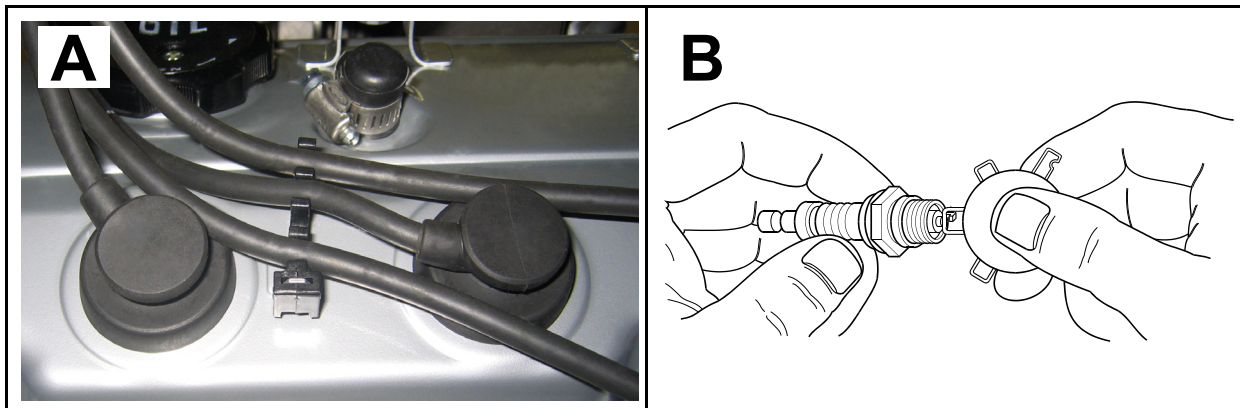

Figura 5-15. Ajuste de la separación de la bujía
2. Retire los cables de las bujías de los terminales de las bujías. Vea A en la Figura 5-15
7. Vea B en la Figura 5-15 Compruebe la separación de los electrodos de bujía usando un calibrador de espesores de alambre. Ajuste la separación doblando cuidadosamente el electrodo de tierra de la siguiente manera: